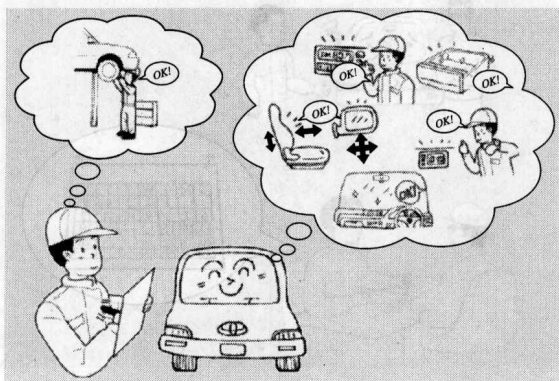

图 1-8 完成工作后的检查
(1) 如果可以按时完成该工作任务,还需不时地再检查一下时间节点。
(2) 如果将推后(或者提前)完成任务,或者需要做其他工作,需同服务顾问或管理人员、领班联系。
8. 检查工作完成质量(图1-8)